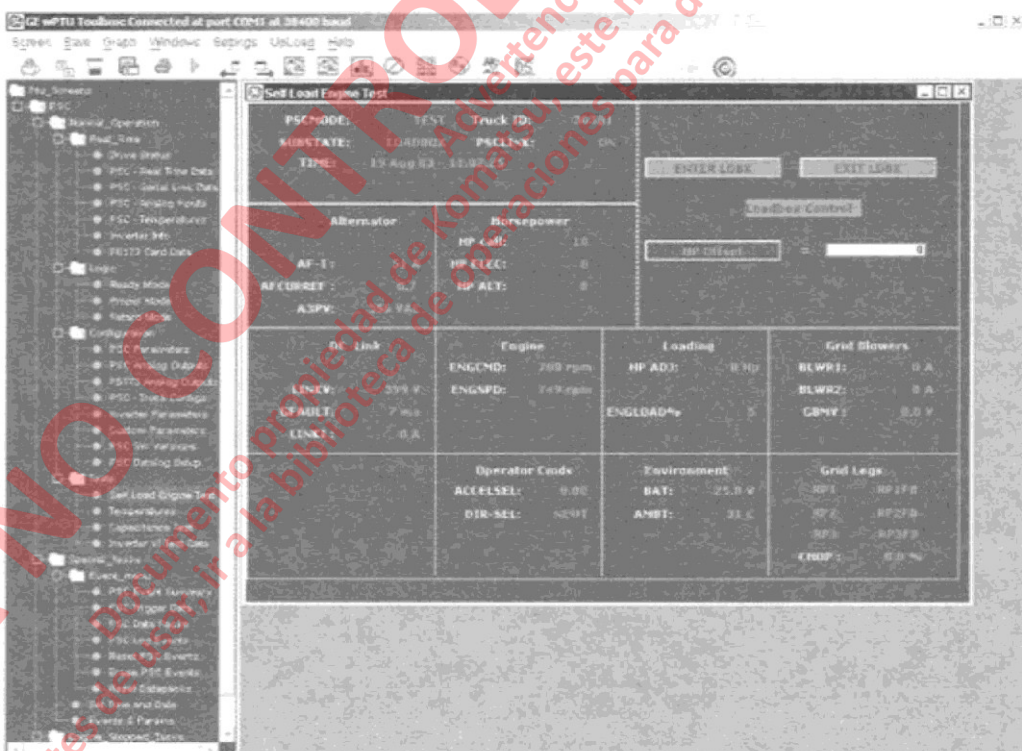

FIGURA 3-16. PANTALLA DE PRUEBA DEL MOTOR DE AUTO CARGA INICIAL
- Verificar que los valores son similares a la pantalla inicial de carga motor autocomprobación figura 3-16.